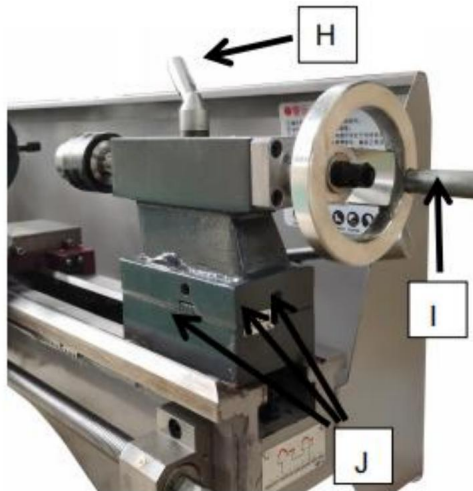

Abb. 12
10) Reitstock-Klemmschraube (G, Abb. 12)
11) Reitstockpinolen-Klemmhebel (H, Abb. 12)
12) Handrad zum Verschieben der Reitstockpinole (I, Abb. 12)
13) Reitstockversatzeinstellung (J, Abb. 12)